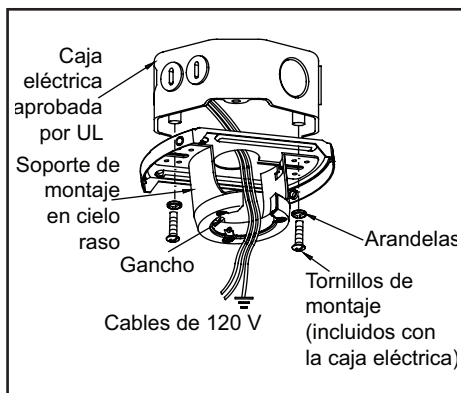

Figura 11
1. Pasa los cables de suministro de 120 voltios a través del orificio central en el soporte de montaje de techo como lo muestra la Figura 11.
2. Instala el soporte de montaje de techo sobre la caja eléctrica, usando los tornillos de montaje incluidos. Nota que el lado plano del soporte de montaje está hacia la caja eléctrica. (Figura 11)